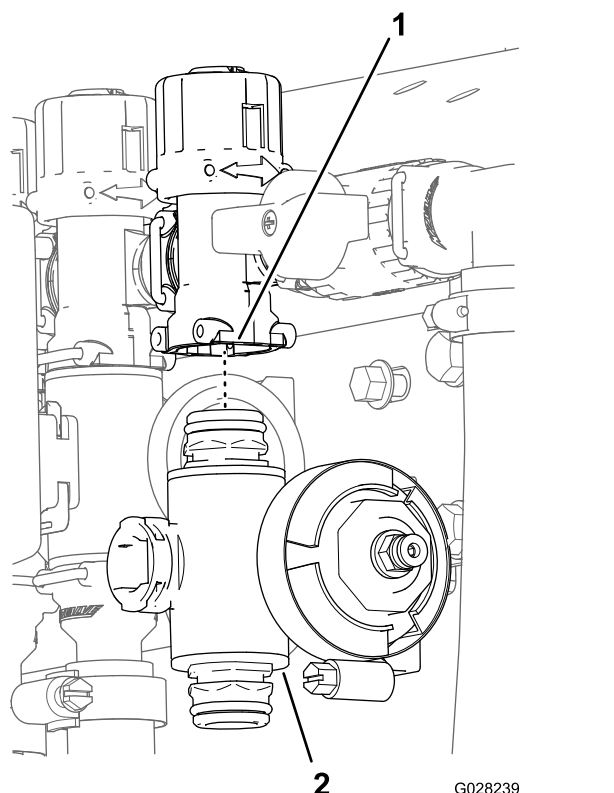

Рисунок 70
3. Клапаны левой или правой секций: отверните болты с фланцевыми головками и фланцевые контргайки, которые крепят клапан (клапаны) секции к опоре крепления клапанов, и снимите коллектор (коллекторы) клапанов с машины. Клапан средней секции: снимите коллектор клапана секции с машины (Рисунок 70).